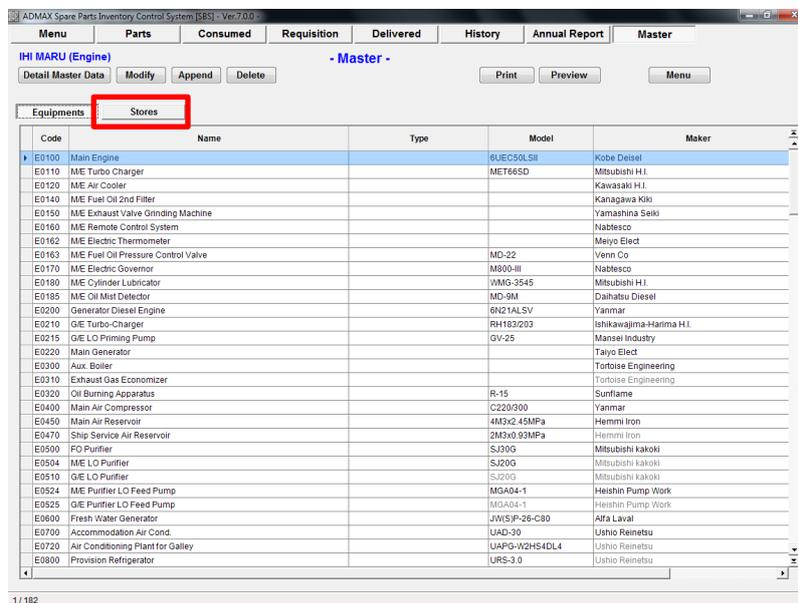

図 13.2 Equipments List
2. “Equipments List Screen”(図.13-2)が表示され、[Stores]ボタンをクリックします。